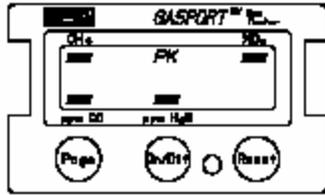

Figura 2-27. Lecturas Pico
**Nota:** Las siguientes páginas de desplegado aparecerán solamente si son activadas por interruptores internos o instaladas de fábrica, vea el Manual Técnico del Probador de Gas Gasport para instrucciones. Desde la página de tiempo y fecha presione PAGE para pasar a Lecturas Pico (Figura 2-27)